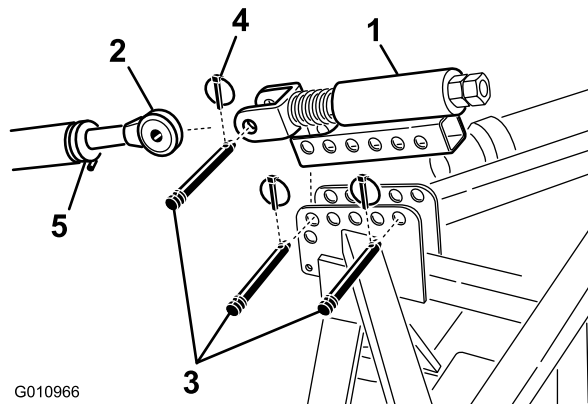

Figura 7
- Monte el brazo de enganche superior tensado con muelle en el soporte del aireador con dos pasadores de enganche y pasadores de seguridad (Figura 7)
- Afloje la contratuerca del brazo de enganche superior del tractor. Ajuste el brazo de enganche superior hasta que quede alineado con el pasador del brazo superior con muelle del aireador (Figura 7).
- Conecte el brazo de enganche superior del tractor a la horquilla del brazo de enganche superior tensado con muelle, y sujete el conjunto con un pasador de enganche y un pasador de seguridad (Figura 7).
6. Gire el brazo de enganche superior hasta que el muelle quede comprimido aproximadamente 13 mm (Figura 7).